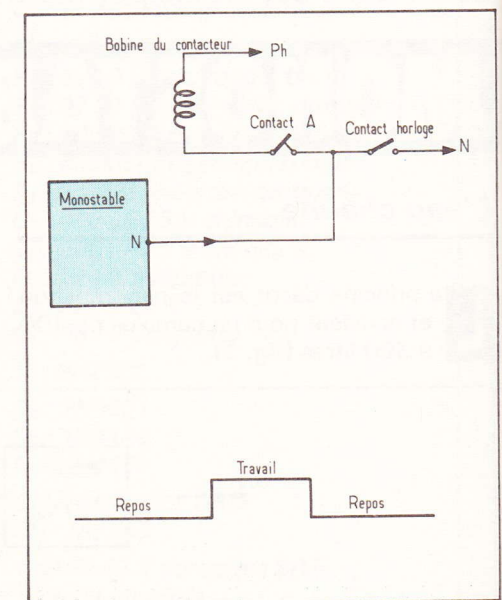

Fig. 4. – Rôle du monostable que nous nous proposons de décrire.
Le monostable doit programmer pour 1 heure 30 environ le contacteur du cumulus (voir fig. 4)
- Un état instable : le travail dont la durée est réglable (fig. 4).